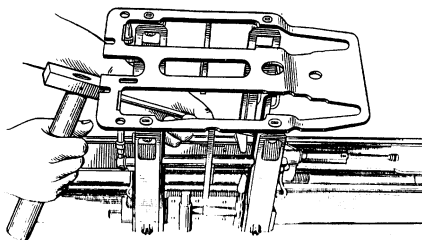
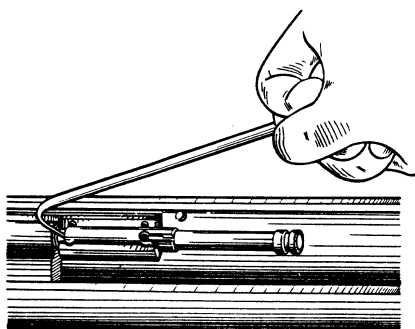

Рис. 121. Переміщення вкладиша виколоткою
Рис. 122. Переміщення вкладиша гачком
1.14. Від'єднати касету від ствольної коробки. Для чого за допомогою вибивача (рис. 121) або гачка (рис. 122) здвинути вкладиш вперед та вийняти касету зі ствольної коробки.